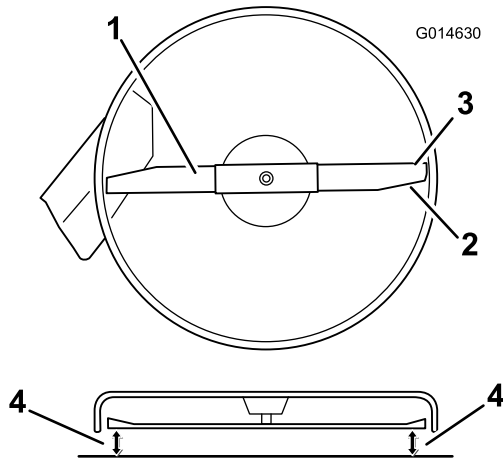

Figura 57
- Rode cuidadosamente a(s) lâmina(s) para que todas estejam alinhadas (Figura 57 e Figura 58).
- Meça entre as extremidades de corte exteriores e a superfície plana (Figura 57 e Figura 58). Se ambas as medições não se encontrarem dentro do intervalo de 5 mm, é necessário um ajuste, continue com este procedimento.